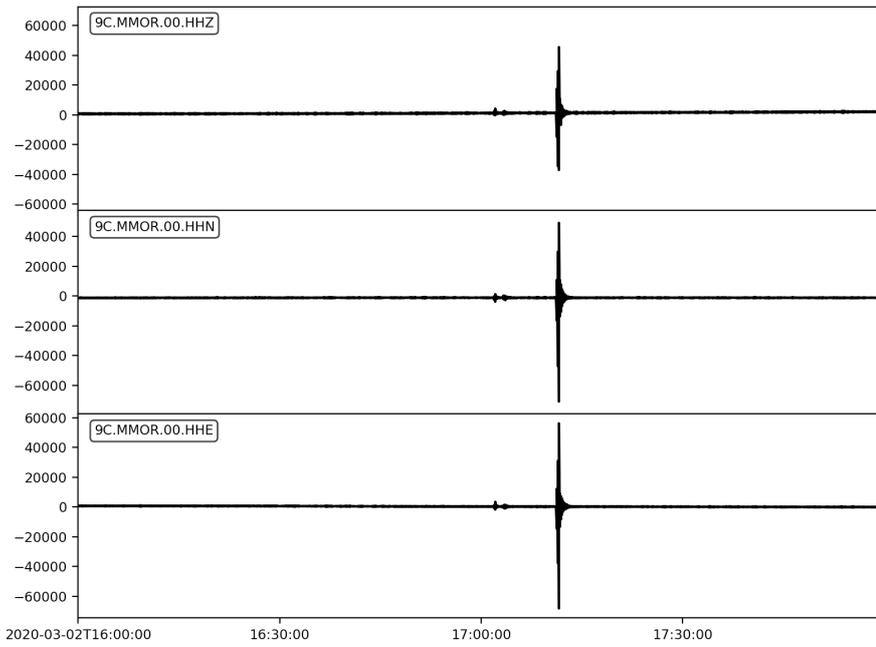

Fig. 8 : séisme local M3.8 détecté le 02/03 par MMOR
- . Séisme local sous Copiapo enregistré sur les 3 composantes (M=3.8) – Fig.8